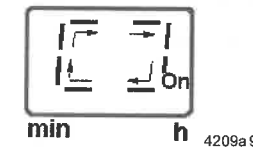

Abb. 14-3 Segmentanzeige Schmierzeit
- a rotating segment is displayed (see Fig. 14-3)
- ist im Anzeigefeld ein umlaufendes Segment sichtbar (siehe Abb. 14-3)